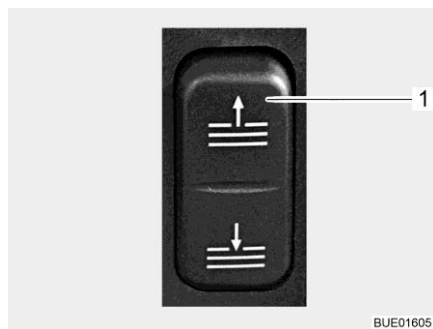

Fig. 45 Interruttore (comando elettrico della tendina oscurante pieghevole)
- Premere l'interruttore sul cruscotto (Fig. 45,1).